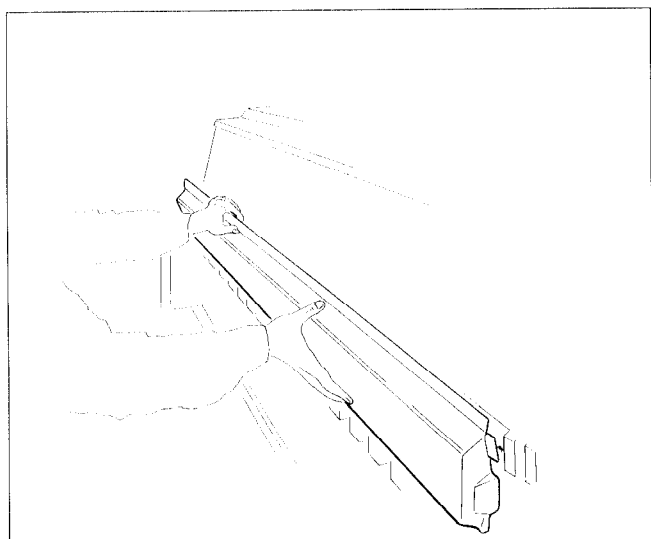

Fig. 6.6
- Abdrehmulden (Fig. 6.6) nach oben bzw. seitlich aus den Halterungen herausziehen.